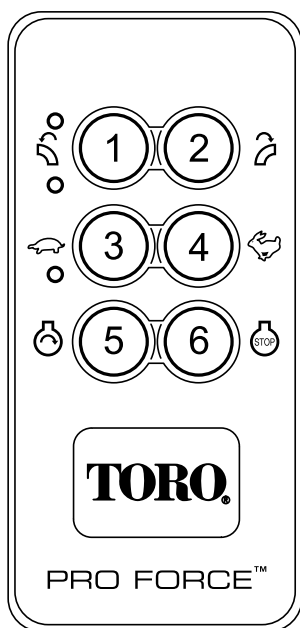

Figura 14
4. Ligar motor só tem energia após pressionar o botão Start (ligar) enquanto a condição de Ligar motor está activa. A condição Permitir Arranque do Motor só fica activa quando a seguinte Sequência de Permitir Arranque do Motor tiver sido realizada (Figura 14).